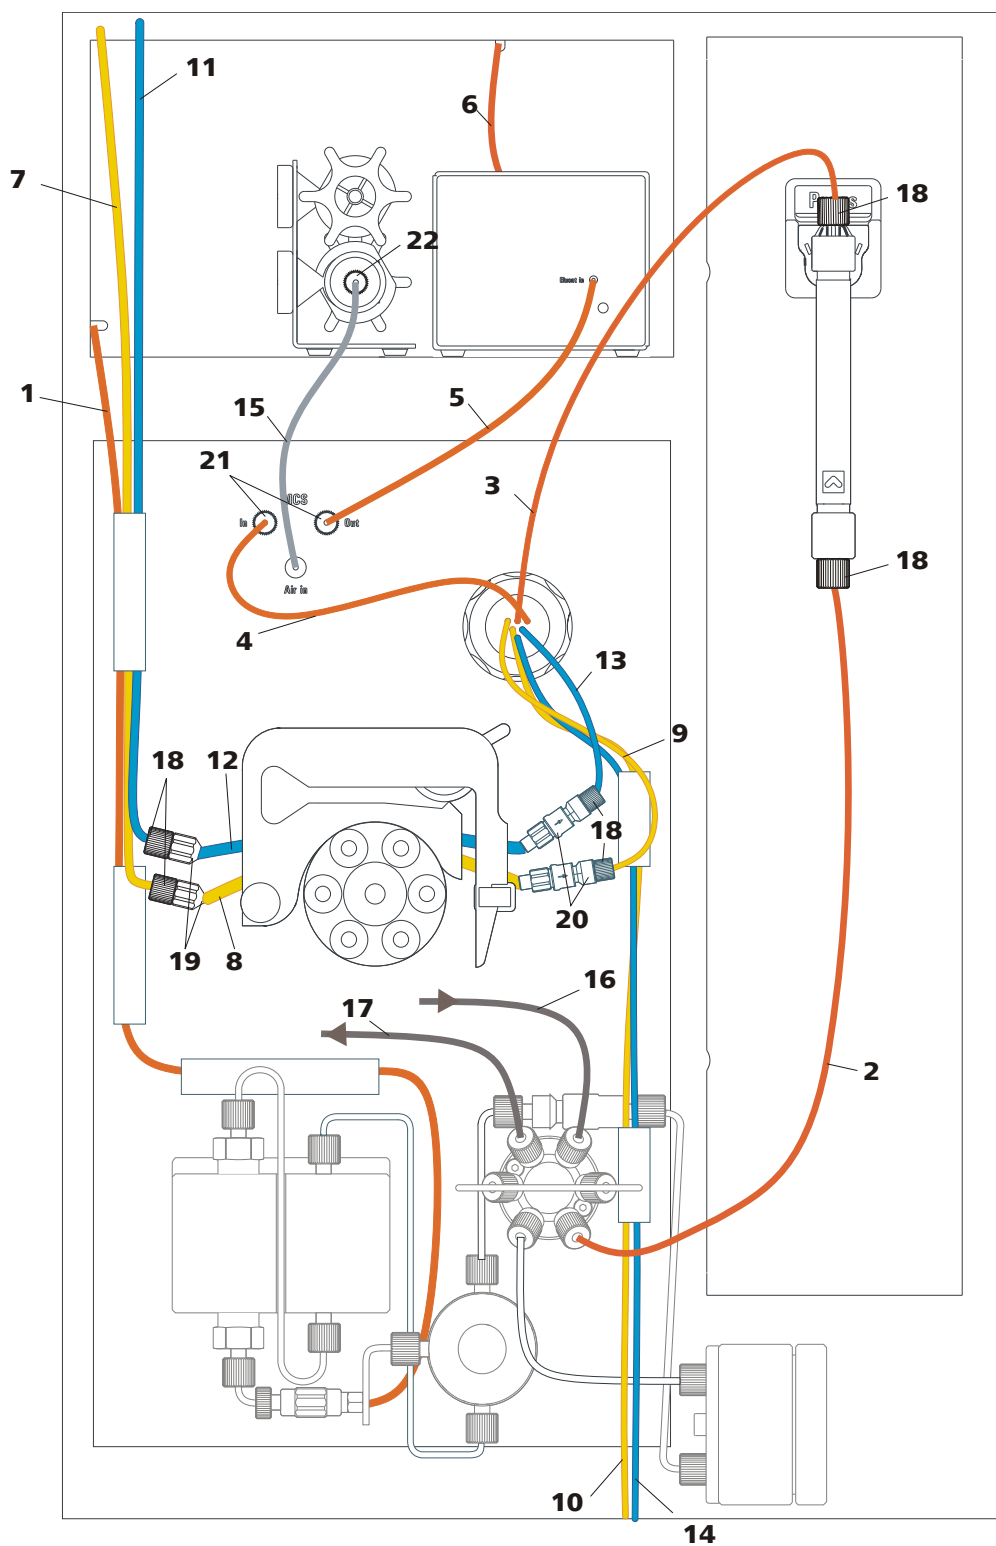

Abbildung 3 Installationsdiagramm 882 Compact IC plus – Anion – MCS
- ein Installationsdiagramm (*siehe Abbildung 3, Seite 15*), welches ein vollständig installiertes 882 Compact IC plus – Anion – MCS darstellt.